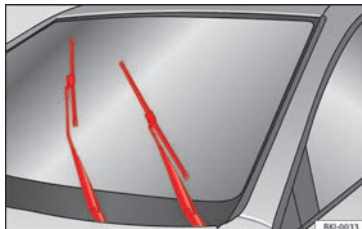

Fig. 89 Limpiaparabrisas en posición de servicio.
- Conecte y desconecte el encendido y a continuación (antes de aproximadamente 9 segundos) desplace la palanca del limpiaparabrisas hacia abajo (barrido breve). Las escobillas se desplazan hasta la posición de servicio » **fig. 89**.